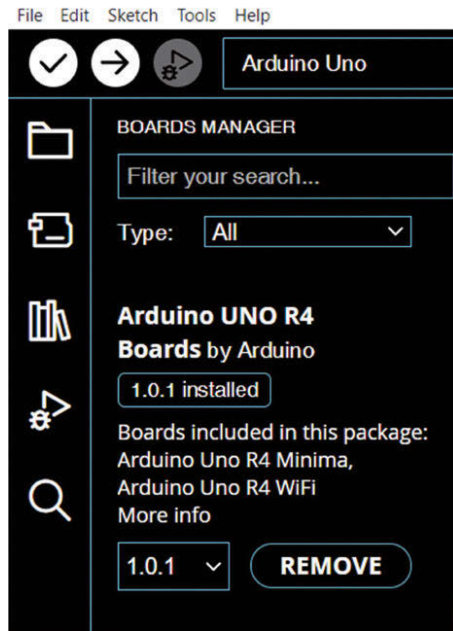

Рис. 2.3. Нажмите **INSTALL** для установки пакета Uno R4
- найдите в списке **Arduino UNO R4** (рис. 2.3) и нажмите **INSTALL** (*Установить*) для установки. На момент написания этой книги номер версии пакета был 1.0.1;